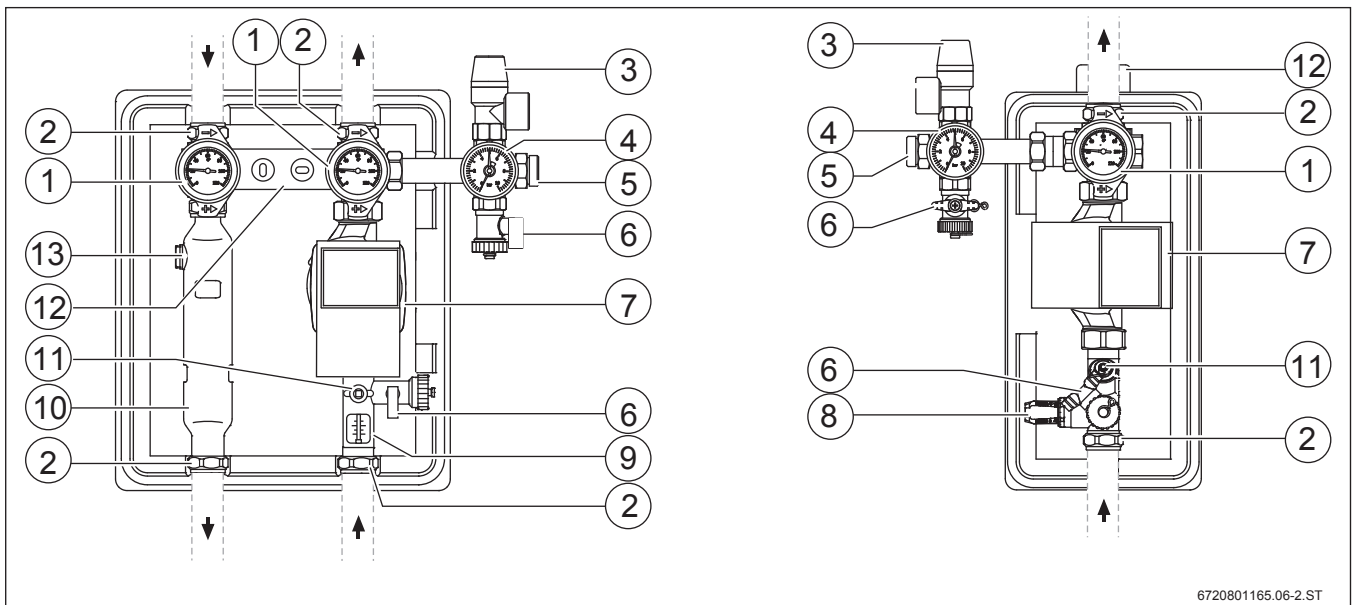

Bild 65 1- und 2-Strang-Solarstationen ohne vordere Dämmteile und ohne integrierte Regler und Module; Abmessungen und technische Daten → Seite 54
geeignet. Durch diese Anordnung liegen 2 getrennte Rücklaufanschlüsse mit separater Pumpe und Durchflussbegrenzer vor (→ Bild 65, Seite 53). Dadurch ist es möglich, einen hydraulischen Abgleich von 2 Verbrauchern mit unterschiedlichen Druckverlusten durchzuführen. Wenn keine Druckbefüllung vorgesehen ist, reicht für diese Anordnung eine Sicherheitsgruppe aus. Bei Solaranlagen mit 2 Verbrauchern kann alternativ zur 1-Strang-Station auch ein Umschaltventil eingesetzt werden. Informationen hierzu finden Sie auf Seite 69 f. Ein anderer Anwendungsfall für die Kombination einer 2-Strang-Solarstation mit einer 1-Strang-Solarstation ist eine Solaranlage mit 2 verschiedenen ausgerichteten Kollektorfeldern (Ost/West-Regelung). Auch hier ist es wichtig, dass 2 getrennte Rücklaufanschlüsse mit separater Pumpe und Durchflussbegrenzer vorliegen (→ Bild 65, Seite 53). Wie zuvor beschrieben, kann nun auch ein hydraulischer Abgleich von den 2 Kollektorfeldern mit unterschiedlichen Druckverlusten durchgeführt werden. Für diese Anordnung sind 2 Sicherheitsgruppen (im Lieferumfang enthalten) und 2 Ausdehnungsgefäße (AG) erforderlich.